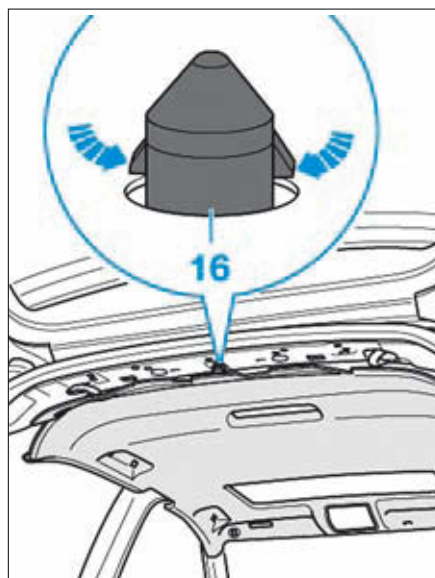

FIG. 45
- Déverrouiller les agrafes (16) de retenue à l'aide d'un petit tournevis (Fig.45).